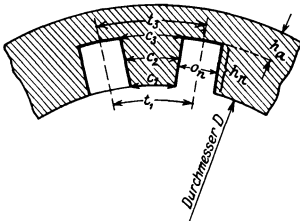

Abb. 177.
A. Rechteckige Nut. Bezeichnet t_1 die Nutenteilung, d. h. die Entfernung zweier Nutenmitten, gemessen auf dem zum Durchmesser D der Statorbohrung gehörigen Kreisumfang, k_1 die Nutenzahl, so ist (Abb. 177)
Kennt man den Drahtquerschnitt q_1 , so läßt sich jetzt der Nutenquerschnitt folgendermaßen bestimmen: Ist h_n die Nuttiefe (Abb. 177), so ist der Nutenquerschnitt $Q_n = h_n o_n$.